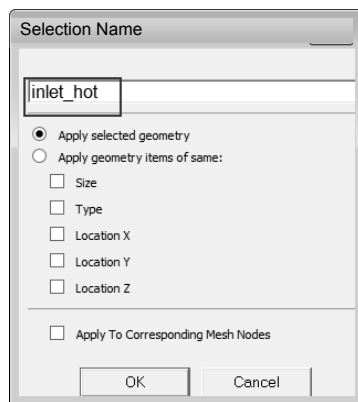

图 17-15 截面命名 (1)
Step6: 此时在弹出的如图 17-15 所示的 Selection Name 对话框的 Enter a name for the selection group 中输入 inlet_hot。